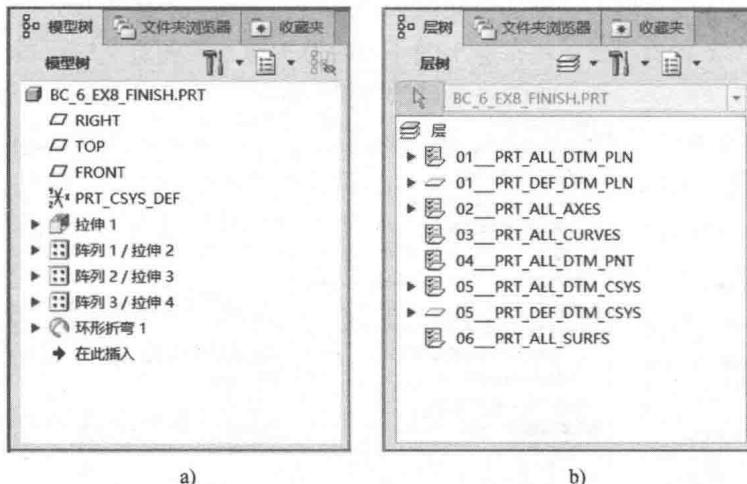

图 1-6 “模型树/层树”选项卡
- (模型树/层树) 选项卡如图 1-6 所示。模型树以树的结构形式显示模型的层次关系，如图 1-6a 所示；当在功能区“视图”选项卡的“可见性”面板中单击选中“层”按钮时，该选项卡可显示模型层树结构，如图 1-6b 所示。